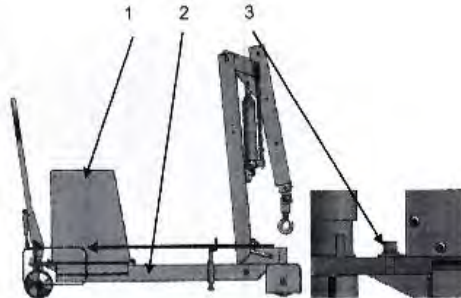

Рисунок 5.
- Установите противовес на шасси, закрепите 4-мя болтами (входят в комплект) (рисунок 5).